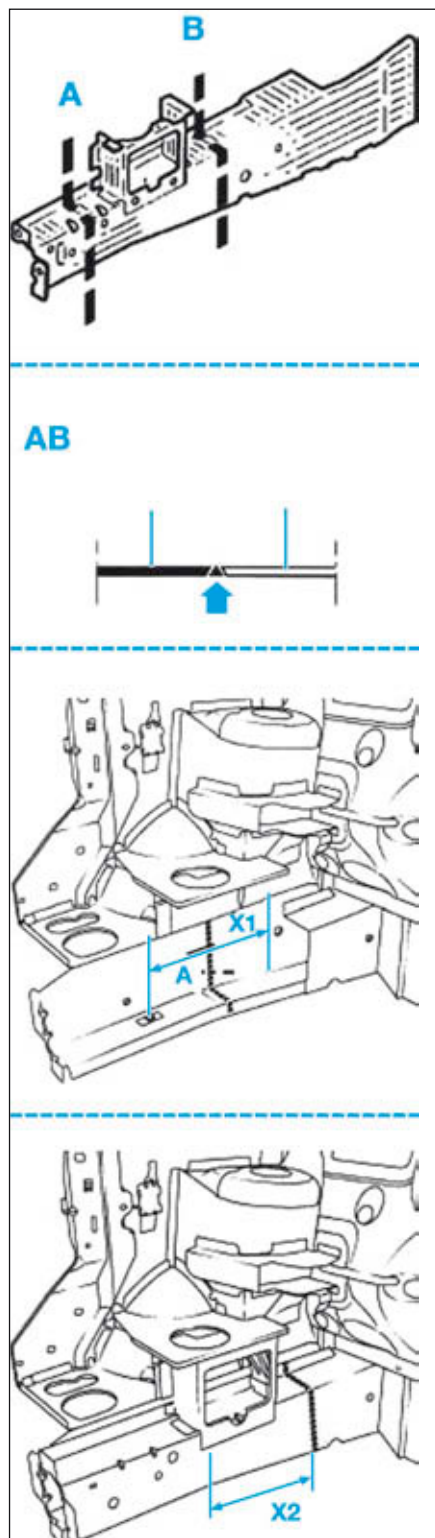

FIG.4
- Tracer puis découper en (A) et (B) le longeron avant partie avant (Fig.4).
- Souder par cordon MAG (Fig.4).